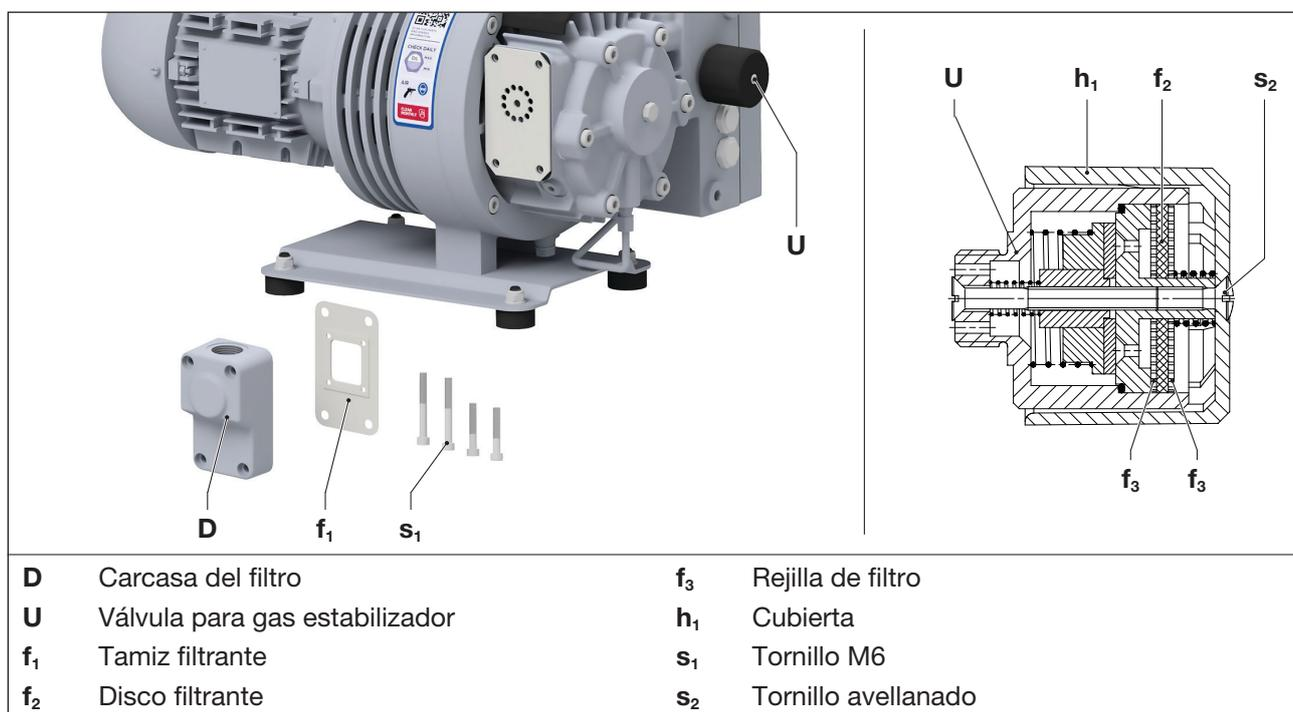

Fig. 6 Tamiz filtrante y válvula para gas estabilizador
Limpiar el tamiz filtrante (Fig. 6/f₁) en la conexión de vacío lavándolo o utilizando aire comprimido o sustituirlo con mayor o menor frecuencia según el grado de suciedad del medio aspirado.
- Retire la carcasa del filtro (Fig. 6/D) de la bomba después de aflojar los tornillos (Fig. 6/s₁).
- Retirar y limpiar el tamiz filtrante (Fig. 6/f₁) de la carcasa del filtro (Fig. 6/D).
- Vuelva a insertar el tamiz filtrante (Fig. 6/f₁) en la carcasa del filtro (Fig. 6/D) y fije la carcasa del filtro a la bomba con los tornillos (Fig. 6/s₁). Par de apriete: 10 Nm
Las bombas funcionan con una válvula de lastre de gas (Fig. 6/U). Limpiar el disco filtrante integrado (Fig. 6/f₂) con frecuencia variable según el grado de suciedad del medio aspirado.
- Aflojar el tornillo avellanado (Fig. 6/s₂) y retirar la cubierta de plástico (Fig. 6/h₁).
- Limpiar el disco filtrante (Fig. 6/f₂) y las dos rejillas de filtro (Fig. 6/f₃) con aire comprimido o sustituir.
- Colocar un disco filtrante (Fig. 6/f₂) entre las rejillas de filtro (Fig. 6/f₃) e introducirlo en la válvula.
- Colocar la cubierta de plástico (Fig. 6/h₁) y vuelva a fijar la válvula para gas estabilizador con el tornillo avellanado (Fig. 6/s₂) en la bomba de vacío. Apretar el tornillo a mano.